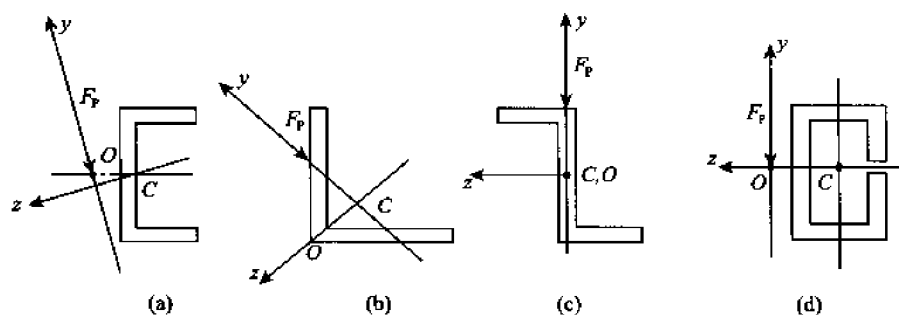

图 8-37
5. 四种不同截面的悬臂梁,在自由端承受集中力,其作用方向如图 8-37 所示,图中 O 为弯曲中心。关于哪几种情形下,只弯不扭,可以直接应用正应力公式,有以下四种结论,试判断哪一种是正确的_____。